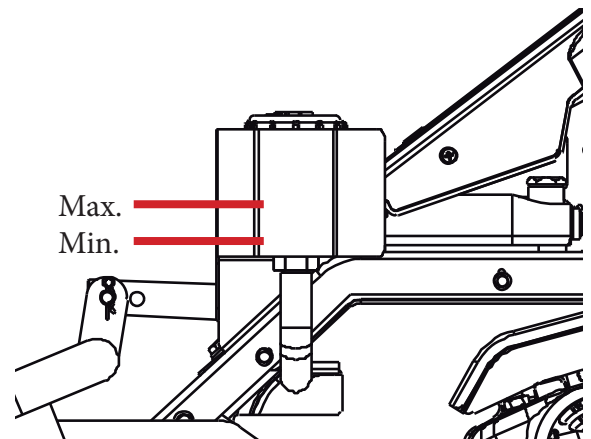

Bild 9
- Überprüfen Sie den Ölstand im Ausgleichsbehälter (siehe Bild 9). Der Ölstand muss zwischen der Markierung Min. und der Markierung Max. liegen. Füllen Sie gegebenenfalls Öl der Sorte ISO VG46 oder alternativ Motorenöl 10W30 API CD auf.